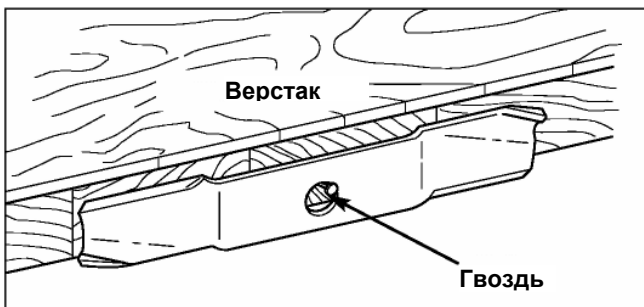

Рис. 18. Балансировка ножа
5. Отбалансируйте каждый нож, как показано на рис. 18. Подвесьте нож за отверстие на гвоздь, смазанный каплей масла. Сбалансированный нож будет висеть ровно.